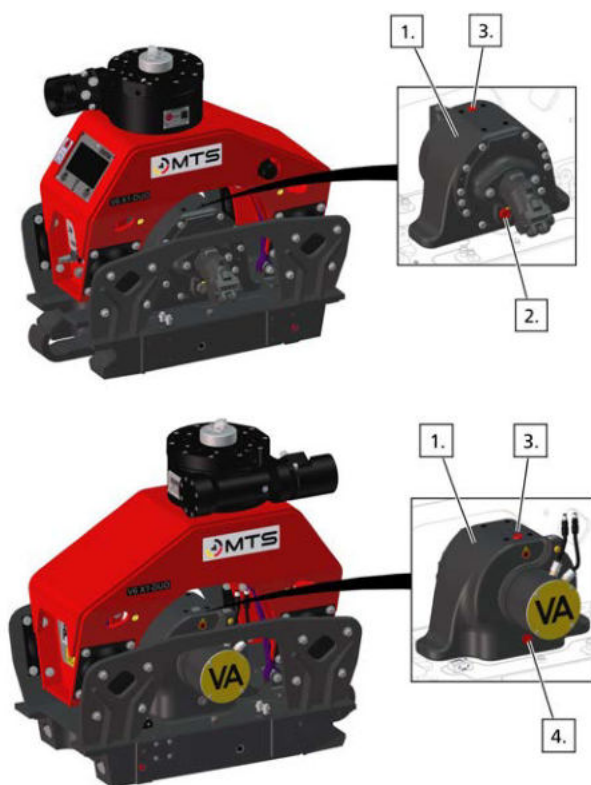

Abbildung 26: Öl erneuern
- Die Öleinfüllschraube Pos. 3 (siehe Abbildung 26, Seite 23) herausdrehen und anschließend die Ölablassschraube Pos. 4 aus der Erregereinheit (siehe Abbildung 26, Seite 23) herausdrehen.
- Das Anbaugerät mit dem Trägergerät oder mit einem geeigneten Hebe-/Anschlagmittel nur soweit kippen, dass das Öl vollständig über die Ablassöffnung Pos. 4 (siehe Abbildung 26, Seite 23) ablaufen kann.
- Ist das gesamte Öl abgelassen, die Ölablassschraube Pos. 4 (siehe Abbildung 26, Seite 23) mit einem neuen Kupferdichtring in die Ablassöffnung einschrauben und festziehen.
- Ca. 1,4 l Getriebeöl (Spezifikation siehe Kapitel 9.7, Seite 23, Tabelle 24) über die obere Öffnung an der Erregereinheit bei Pos. 3 (siehe Abbildung 26, Seite 23) einfüllen.
- Öleinfüllschraube Pos. 3 (siehe Abbildung 26, Seite 23) mit einem neuen Kupferdichtring einschrauben und festziehen.